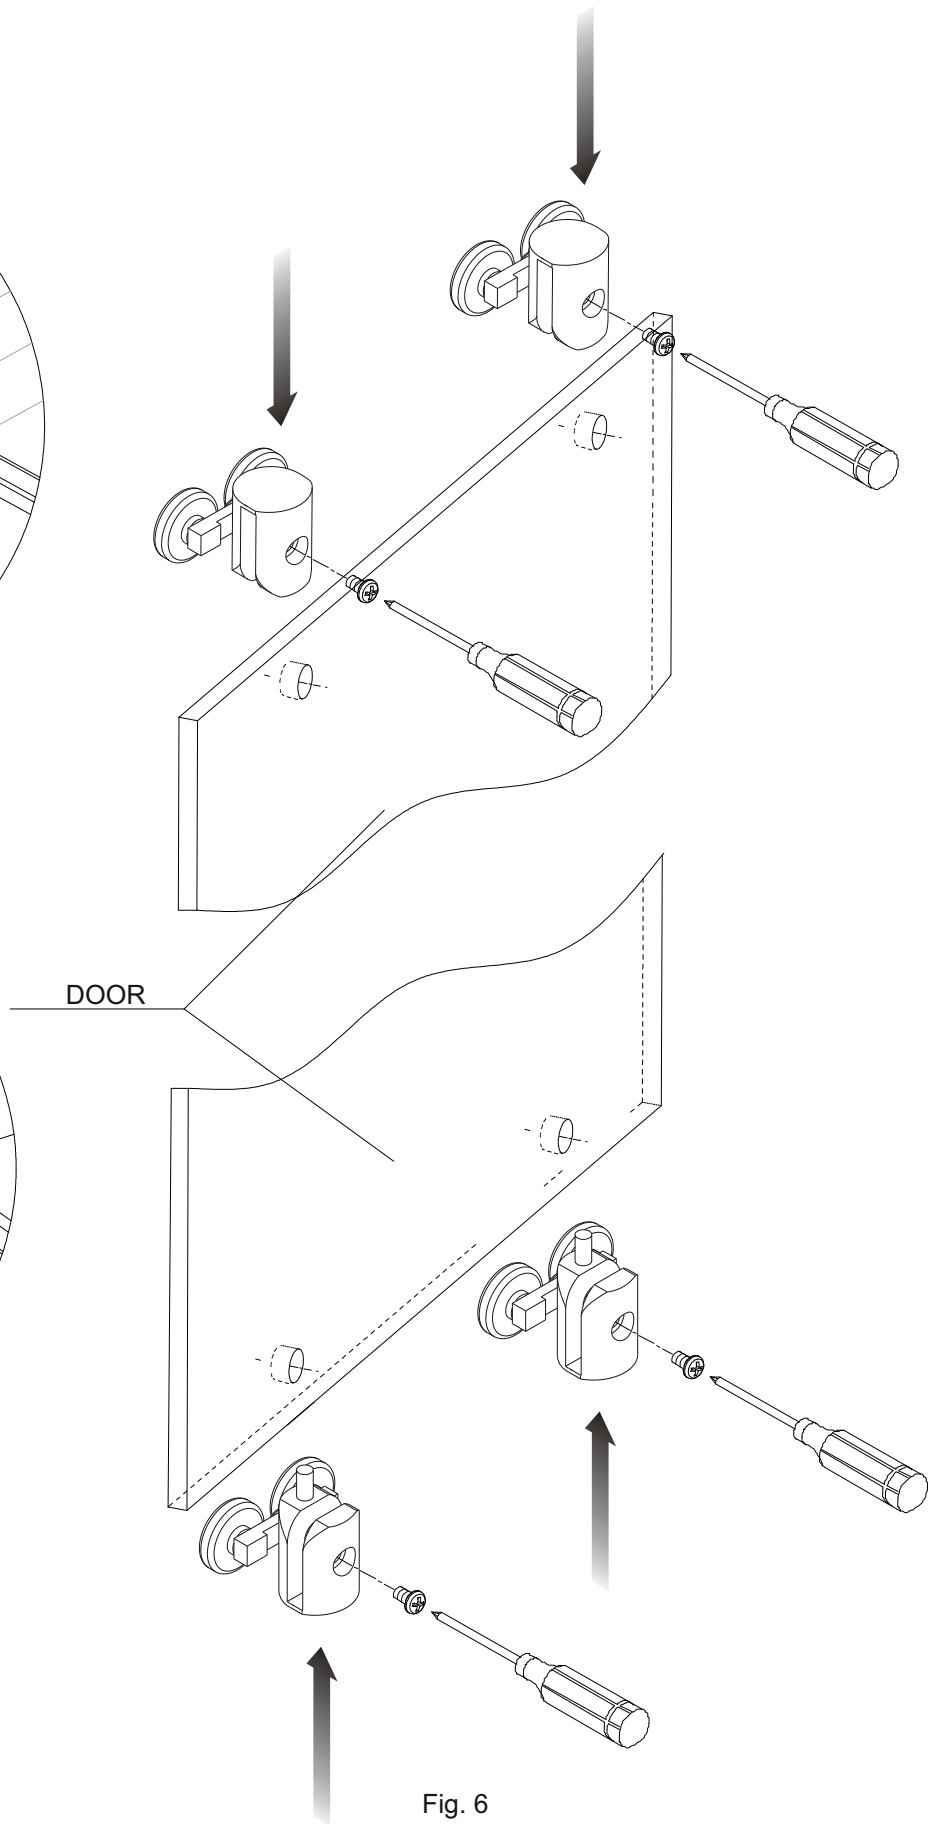

Fig. 6
6) Fix the wheel(13) and pothook(10) on the sliding doors. As Fig. 6
6) Fissare i carrelli di scorrimento superiori (13) e carrelli inferiori (10) delle porte. Vedi Fig. 6.